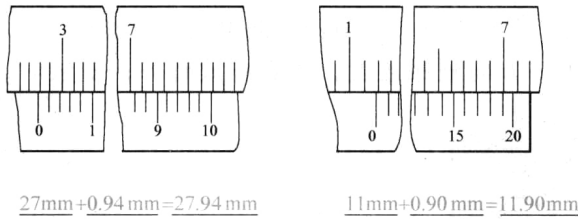

图 1-16 游标卡尺的读数方法
① 读出游标上零线左侧尺身的毫米整数。
② 读出游标上哪一条刻线与尺身刻线对齐。
③ 把尺身和游标上的尺寸相加即为测得尺寸，如图 1-16 所示。